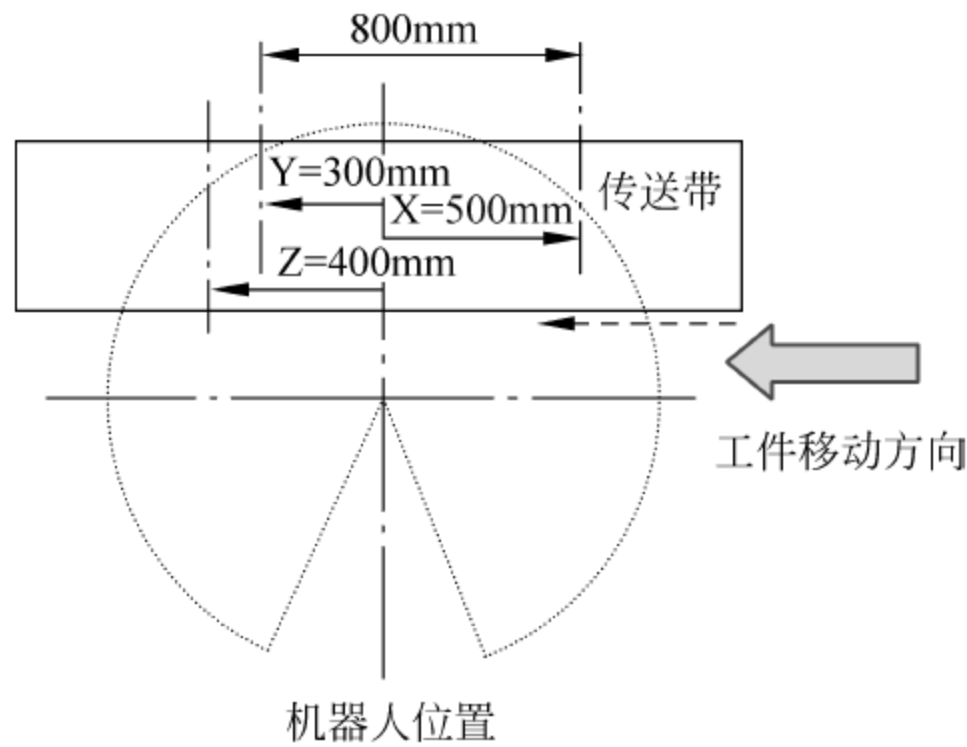

图 29-27 机器人追踪区域及机带关系
- (1) 传送带在机器人前方,工件移动方向为从右向左,则设置 PTN 的 X 坐标=1;追踪区范围 PRNG: (X,Y,Z)=(+500,+300,+400),如图 29-27 所示。